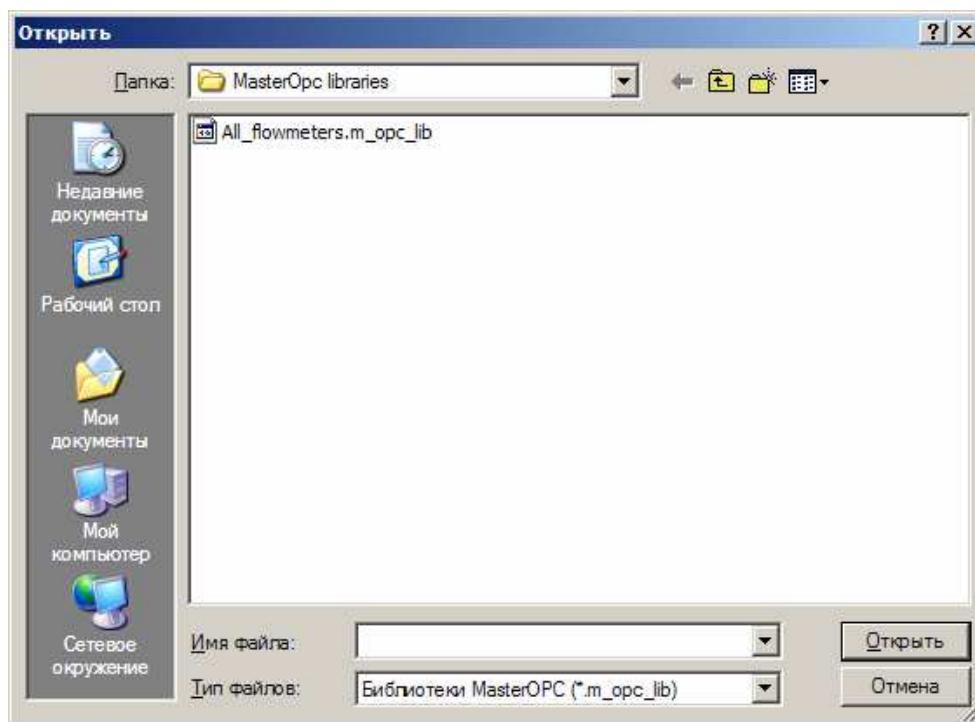

Рис. 9. Вставка расходомеров из библиотеки
- Вставьте нужные типы расходомеров. Для этого левой кнопкой мыши выделите узел учета и в главном меню выберите «Правка->Вставить из библиотеки». Откроется окно показанное на рис. 9.